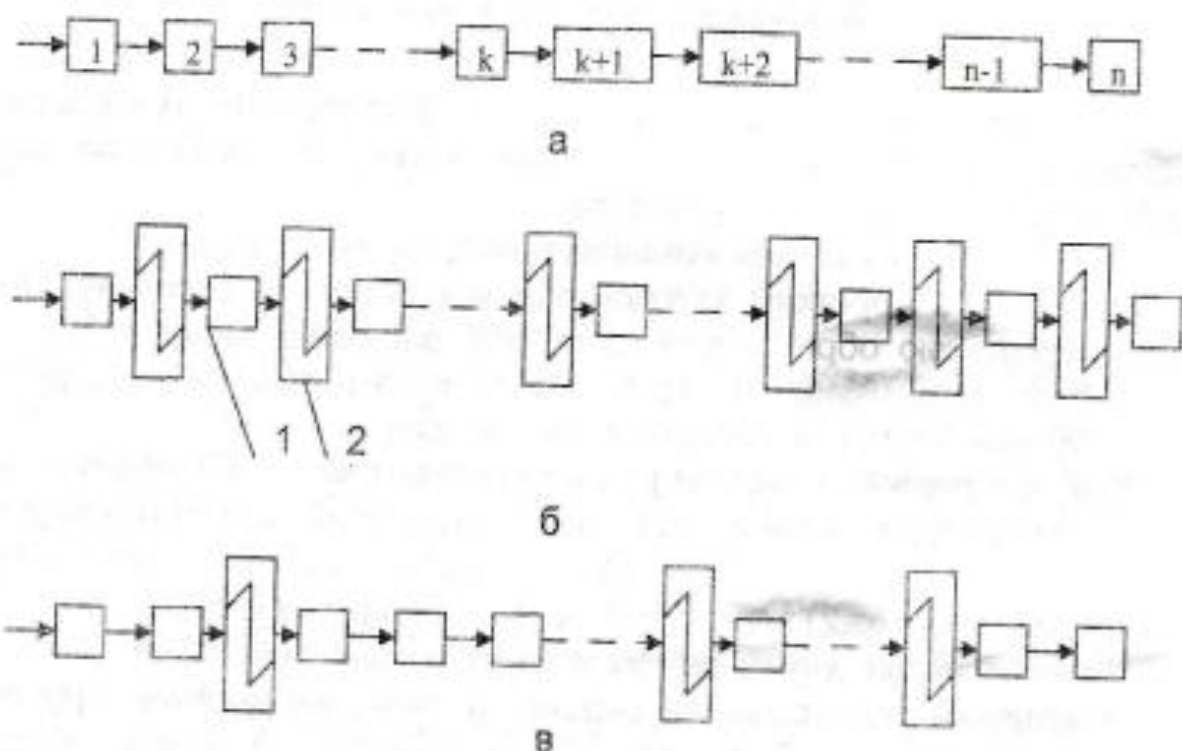

Рис. 1. Види зв'язків між машинами поточних ліній:
- 1) на лінії з жорстким зв'язком між машинами та безпосередньою передачею оброблюваного об'єкта від однієї машини до іншої (рис. 1, а). Машини від 1-ї до n-ї мають працювати з ритмом основної машини лінії або кратним йому;
- 2) лінії з гнучким зв'язком між машинами (рис. 1, б). Машини не є суворо залежними від вибраного ритму лінії. Між кожними двома машинами (рис. 1, б, поз. 1) встановлюють накопичувач (рис. 1, б, поз.2) з транспортером-перевантажувачем;
- 3) лінії з напівгнучким зв'язком (комбіновані) (рис. 1, в). Такі лінії зазвичай поділяють на окремі частини, які містять згруповані машини (рис. 1, в, поз. 1) з жорстким зв'язком. Частини комбінованих ліній поєднані між собою гнучким зв'язком у вигляді накопичувачів (рис. 1, в, поз. 2) з транспортерами-перевантажувачами.